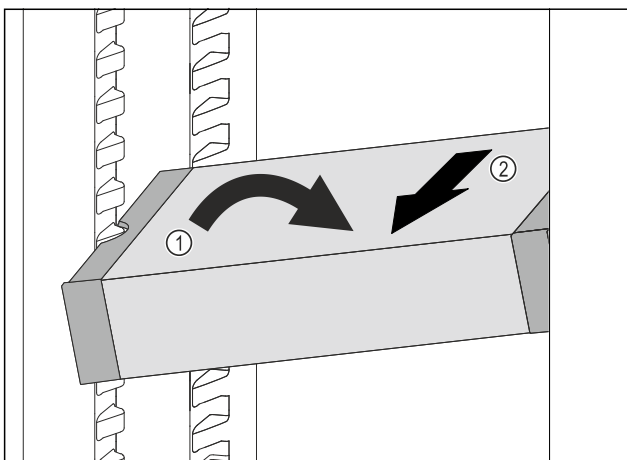

Fig. 66
- Incliner le VarioSafe dans la partie réfrigérateur. Fig. 66 (1)
- Sortir le tiroir VarioSafe par l'avant. Fig. 66 (2)